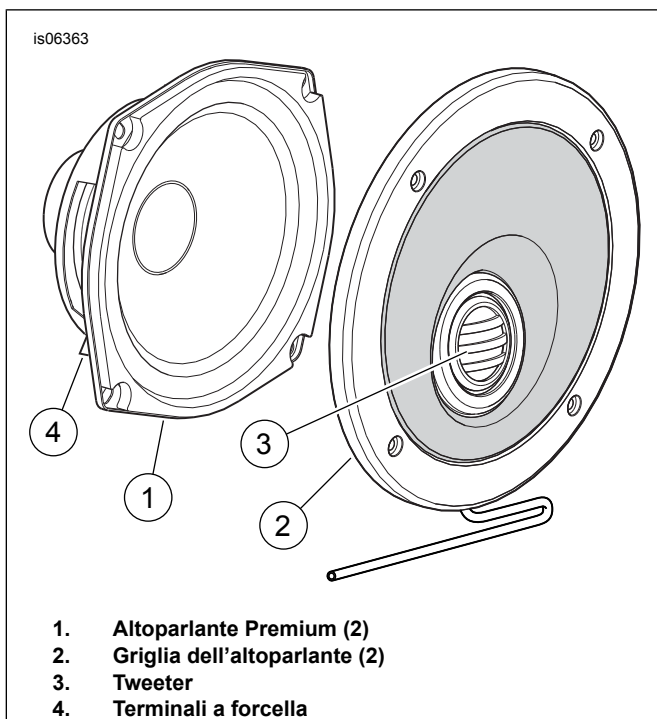

Figura 4. Componenti del kit degli altoparlanti posteriori dell'impianto audio Boom!
1. Vedere Figura 4. Posizionare una griglia (2) contro la superficie dell'altoparlante (1) come mostrato, con i terminali a forcella dell'altoparlante (4) rivolti in **basso**, e il tweeter (3) nella parte inferiore della griglia. Passare i fili del tweeter in basso e all'esterno tra griglia e adattatore.